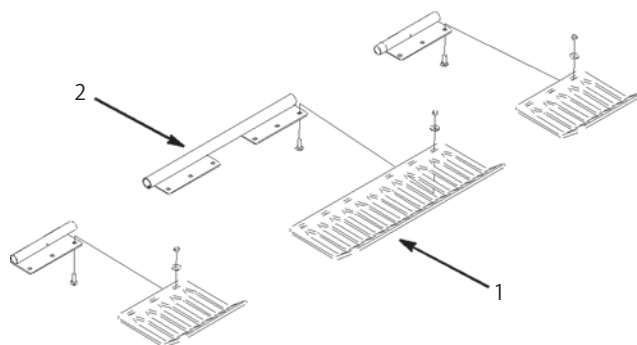

図24
3. ターフ・ガード・ブラケットにターフ・ガードを仮止めする（図24；全部で 12 本のキャリッジボルトを使用）。この時点ではボルトは締め付けない。キャリッジボルトの頭がターフ・ガード・ブラケットの下になるように取り付けること。